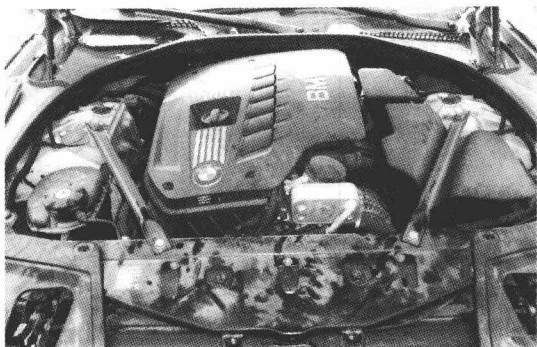
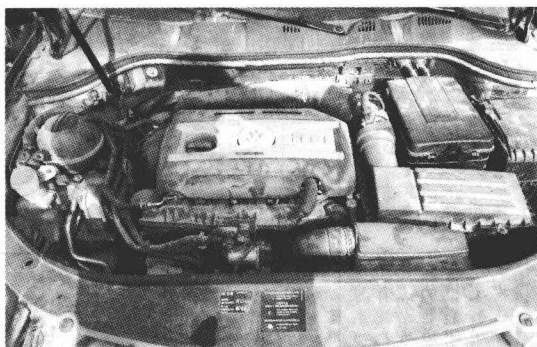

图1-1 宝马发动机机舱内布置(相对比较紧凑)
图1-2 大众迈腾发动机机舱内布置(相对空间较大)
(1) 化油器发动机 简单了解即可。化油器发动机现已淘汰,代替它的是现代的电控发动机。
(2) 电控发动机 发动机基本结构大致相同, 各种品牌的发动机各部件的布置和发动机在车辆机舱内所占的空间等则各有千秋(图1-1、图1-2)。所以, 在实际维修操作中一定要熟悉部件的位置和固定螺栓(螺母)的数量、位置。